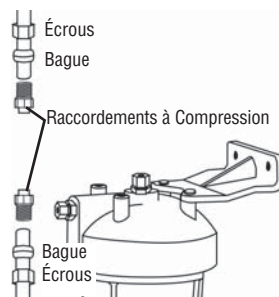

Figure 7
7. Deux raccords à compression doivent être placés aux extrémités du tuyau. Vérifier la taille du tuyau. Utiliser des adaptateurs de raccordement à compression de 5/8 po x 3/8 po, 3/8 po x 3/8 po ou 1/2 po x 3/8 po au besoin. Faire glisser l'écrou et la bague d'extrémité sur le tuyau d'eau tel qu'illustré et fixer les raccords en place. (Figure 7)